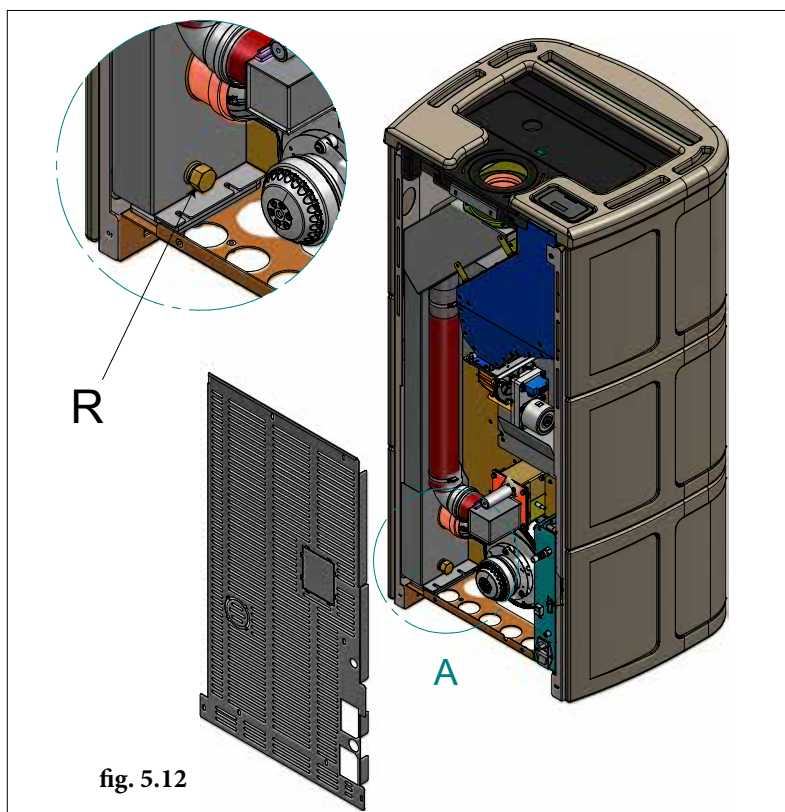

fig. 5.12
5.5.2 Como medida de seguridad adicional está previsto un racor roscado con tapón de cierre, para conectar un tubo de descarga de la condensación en la eventualidad remota e improbable de que fuera necesario (Fig. 5.12).